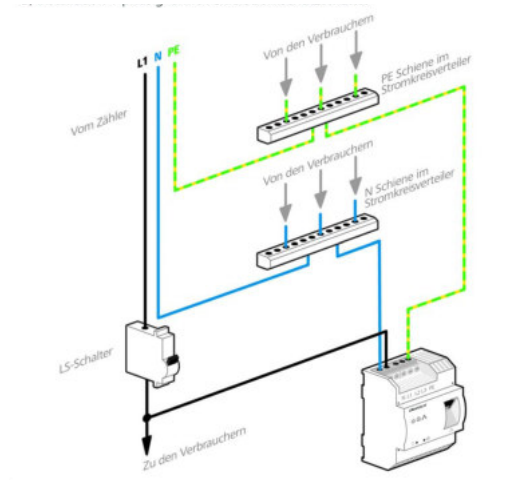

Abb. 4
- **Einphasiger Anschluss:** Neutralleiter und Außenleiter werden an die Klemmen **N** und **L1** angeschlossen (siehe Abb. 4).